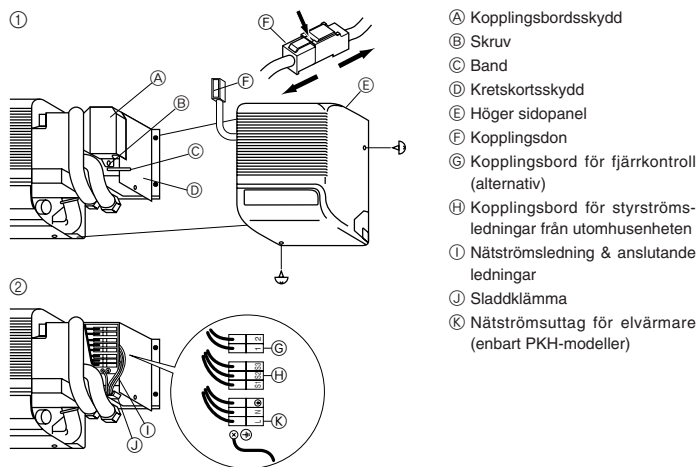

Fig. 6-1
6.1. Inomhusenhet (Fig. 6-1)
- ① Tag bort höger sidopanel.